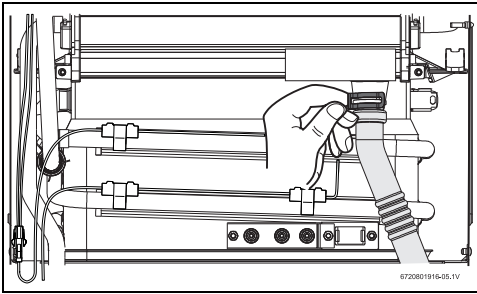

Fig. 33
- Rimuovere la fascetta e scollegare l'estremità del tubo di scarico condensa (Fig. 33 ).